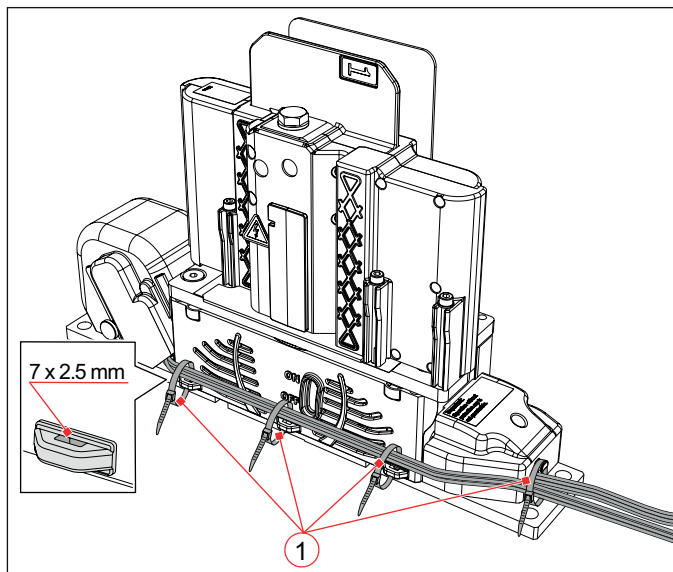
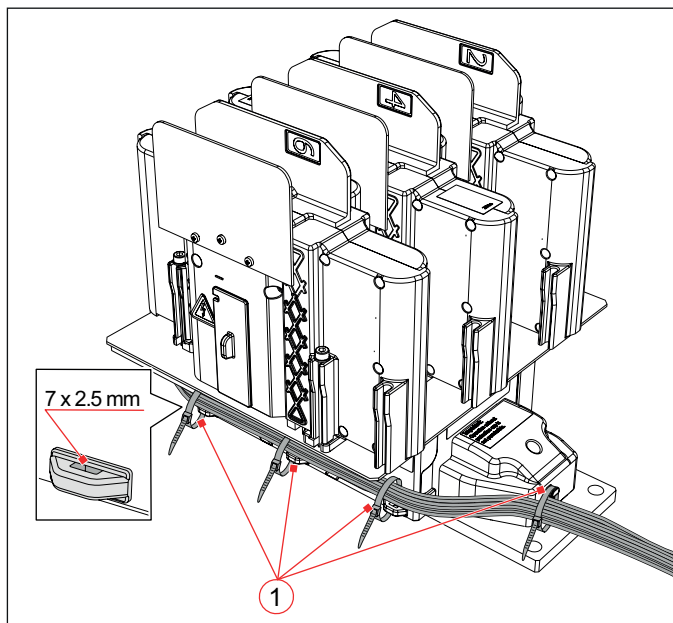

Fig. 17: CA 1115/CA 1130: Steuerleitungen bündeln und fixieren
Fig. 18: CA 1315/CA 1330: Steuerleitungen bündeln und fixieren
- ▶ Bundle the control wires and fix them with suitable cable ties (1), as shown e.g. in **Fig. 17** und **Fig. 18**.